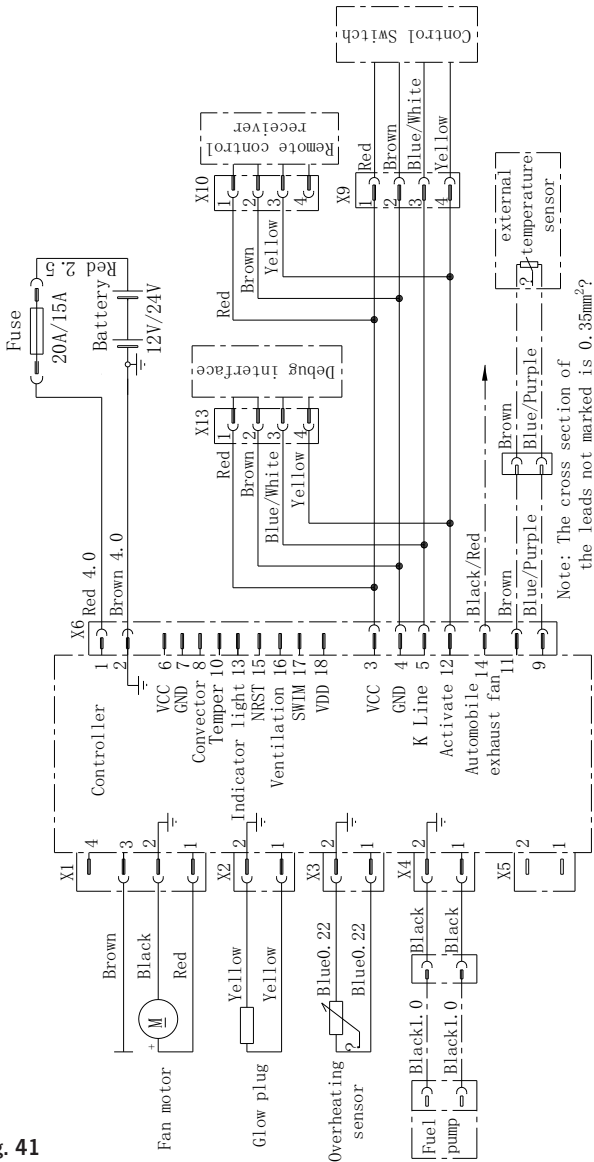
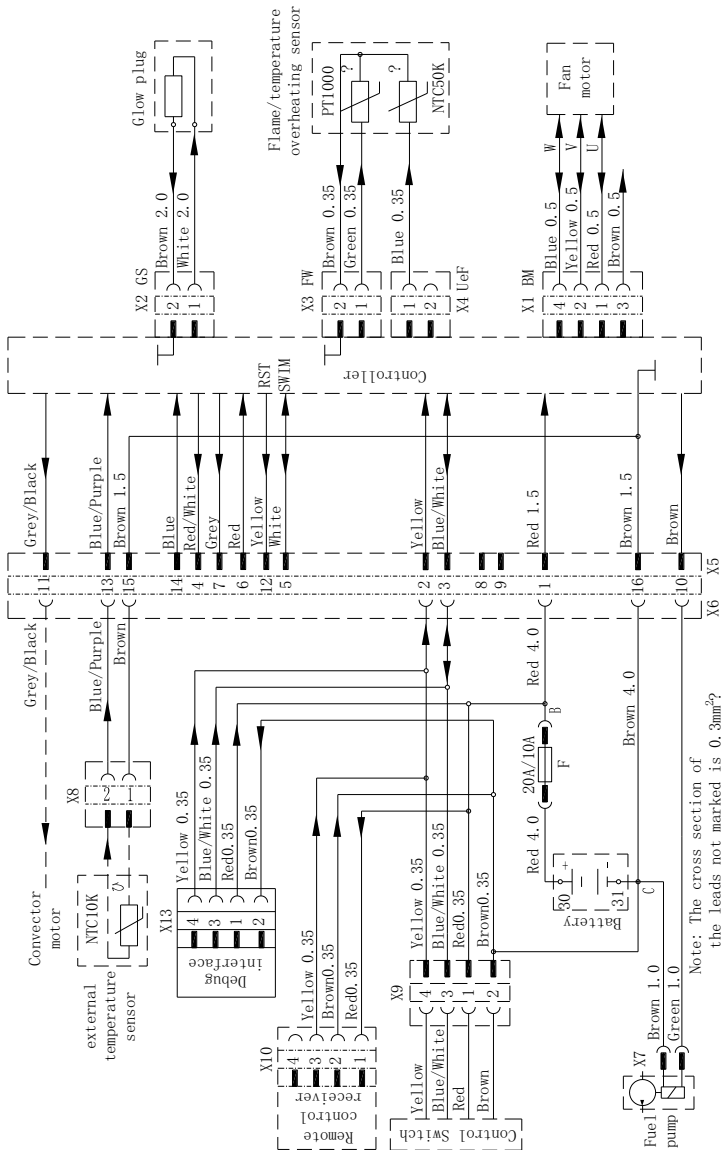

Fig. 41
Fig. 42
- Kopplings scheman för värmaren visas i fig. 41 (sidan 52) och i fig. 42 (sidan 53).